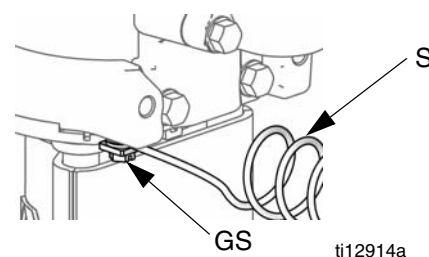

Рис. 2. Винт заземления и провод
1. Насос: Смотрите Рис. 2. Проверьте, что винт заземления (GS) зажат надежно прикручен к пневмодвигателю. Подсоедините другой конец провода (S) к надежной линии заземления.